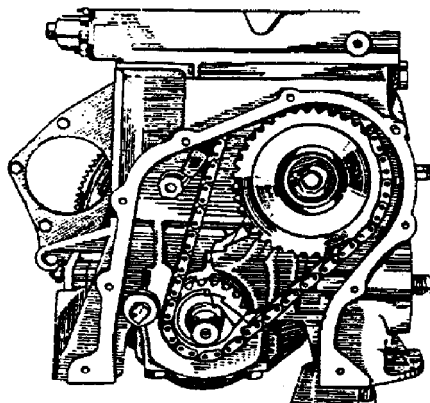

Fig. 2-17. Marcas de alinhamento da engrenagem e bloco
11. Girar o volante, de modo a alinhar a marca da engrenagem da árvore de manivelas, com a marca existente no bloco de cilindros (Fig. 2-17).